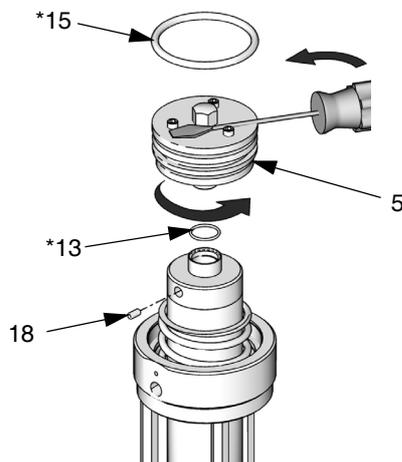

FIG. 11: Valvola pneumatica della serie A
**NOTA:** Il cappuccio (1) è stato sostituito con un'unità di arresto molla per aumentare la durata della molla. Le pompe preesistenti possono essere evolute con il kit 24T043.
2. *Esclusivamente per motori pneumatici della serie A:* allentare la vite di regolazione (18) e svitare la valvola pneumatica (5). Se necessario per facilitare la rotazione, infilare un cacciavite tra le teste delle viti e il cappuccio esagonale della valvola pneumatica (5). Rimuovere gli articoli 5, 13, 15 e 18. Vedere FIG. 11.